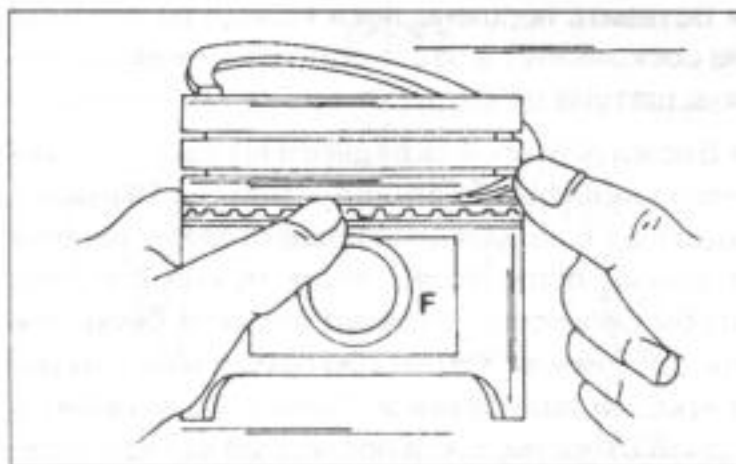

Рис. 92.
- Нижнюю бортовую часть маслосъемного поршневого кольца, распределительное и верхнее бортовое кольцо пальцами осторожно вставить сверху в нижнюю канавку поршня. При этом нужно не поломать отдельные детали кольца. Т. к. кольцо очень гибкое, оно легко выскакивает из канавки. На рис. 92 показано, как можно легко проводить эту работу. Среднее кольцо имеет с одной стороны отверстие. Оно должно быть после установки повернуто вверх. Положение теплового зазора не имеет значения.